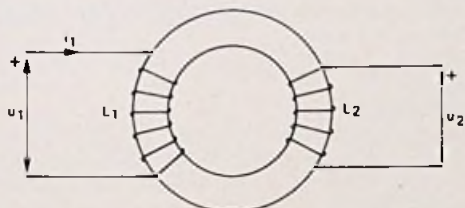

Fig. 5.
4. Een ringkern-transformator volgens fig. 5 heeft een kerndoorsnede van 1 cm^2 . Op de ring zijn twee spoelen gewikkeld: L_1 heeft 100 windingen, L_2 heeft 50 windingen. We veronderstellen dat de magnetische veldsterkte overal in de kern even groot is en dat de krachtlijn-lengte 20 cm draagt.